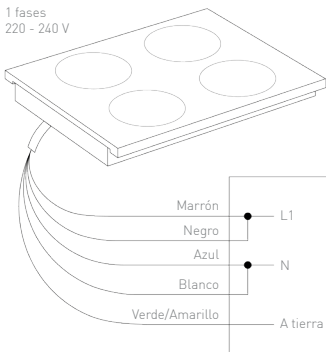

Figura 1
La placa de inducción está equipada con un cable de 5 hilos para conectarla al sistema de suministro principal. El sistema puede conectarse a un sistema eléctrico monofásico de 220-240 V de acuerdo con la Figura 1.
2. En el disyuntor, la caja de fusibles o la caja de conexiones, conecte el aparato y los cables del cable de alimentación de acuerdo con la Figura 1 o la Figura 2.